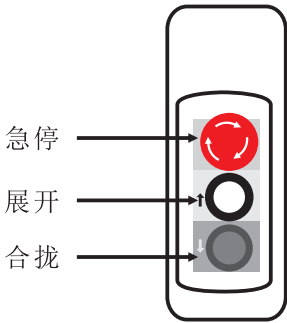

图1-1 手柄开关
- D. 当操作员启动手柄开关（见图1-1）时，两端操作人员必须密切注意系统前进的情况, 正常情况时，每排是依次拉出。
附图1-1下部导轨